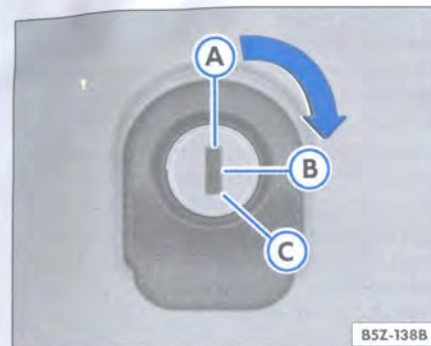

Fig. 43 Tapa del maletero: abertura desde afuera
– Gire la llave hasta la posición vertical ⇒ fig. 43 A.
– Gire la llave hasta la posición vertical ⇒ fig. 43 A. Las puertas deberán haber sido desbloqueadas con el mando a distancia.
– Agarre la manija ⇒ fig. 43, apriete el botón de abertura y levante la tapa.
– Gire la llave en el sentido horario hasta el tope ⇒ fig. 43 C y asegurándola en esta posición, apriete el botón de abertura y levante la tapa. La llave no podrá retirarse del cilindro cuando se encuentre en esta posición.
- Gire la llave hasta la posición horizontal ⇒ página 63, fig. 43 Ⓢ. La tapa queda trabado permanentemente y solamente podrá destrabarse con la llave.